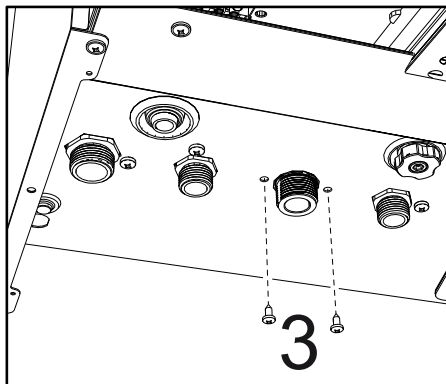

fig. 43
- Desenrosque los tornillos "3" (fig. 43)